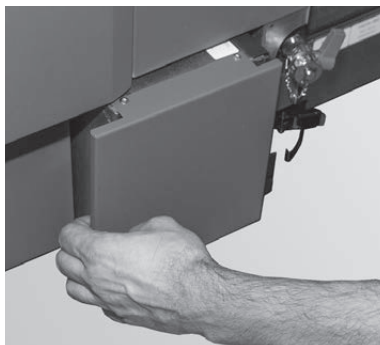

Fig. 59 Aschebox leicht nach links drücken und herausziehen
- ▶ Aschebox leicht nach links schieben und herausziehen – Fig. 59.